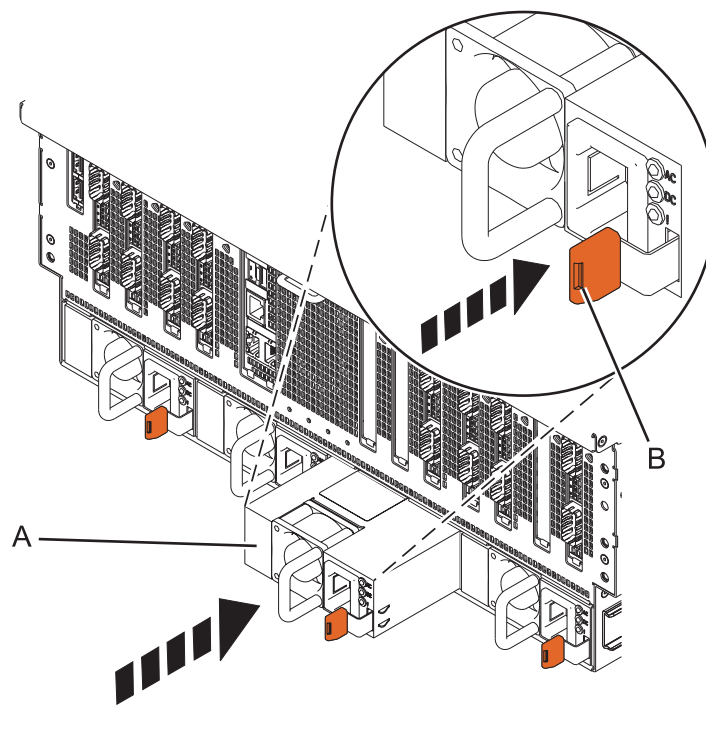

Figura 17. Substituindo a fonte de alimentação no sistema
3. Alinhe a fonte de alimentação (**A**) com o compartimento e deslize-a para o sistema, até que a trava terracotta (**B**) trave no lugar, conforme mostrado em Figura 17 na página 17.